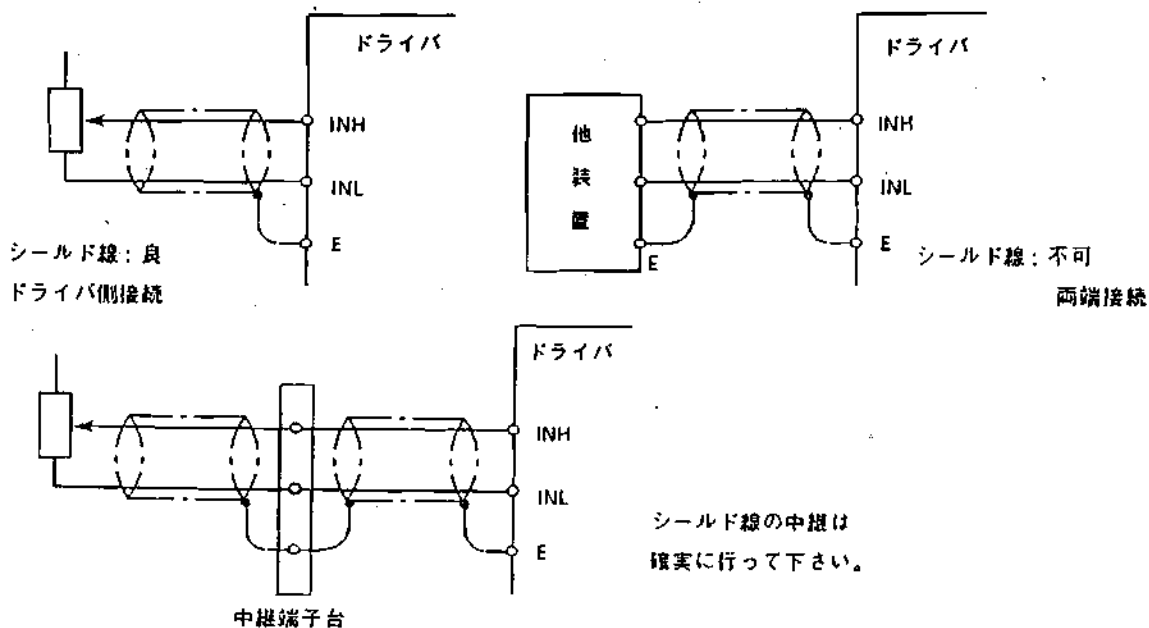

図3-3 アナログ入力信号線のノイズ対策
(2) アナログ入力信号線
速度/トルクの指令/制限入力などの微小なアナログ入力信号は全長2m以下のシールド線を使用し、大電力用配線と分離して配線を行って下さい。シールド線はドライバ側コネクタ内のアース端子 (E) に接続し、他装置側は接続しないで下さい。(図3-3)